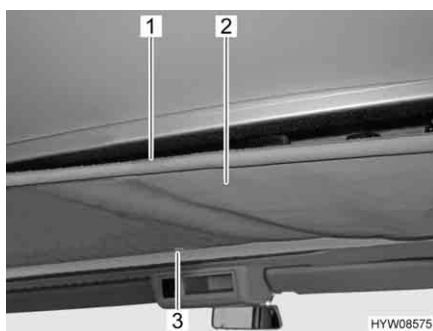

Fig. 17 Copertura
- Sul soffitto della cabina di guida staccare o rimuovere il rivestimento (Fig. 17,2). Questa operazione si può eseguire in tre modi:
- Distacco della chiusura a velcro (Fig. 17,1) dietro
- Distacco dei bottoni automatici (Fig. 17,3) davanti
- Posizionare il rivestimento (Fig. 17,2) nel soffitto del tetto della cabina di guida.